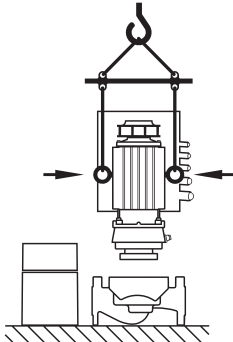

Fig.25: Транспортировка съемного блока
- Транспортировочные проушины, перенесенные с фланца электродвигателя на корпус электродвигателя, разрешается использовать только для перемещения/транспортировки съемного блока (рис. 25), но не всего насоса. Использование проушин для отделения съемного блока от корпуса насоса запрещено (следить за демонтажем и последующим монтажом проставок).